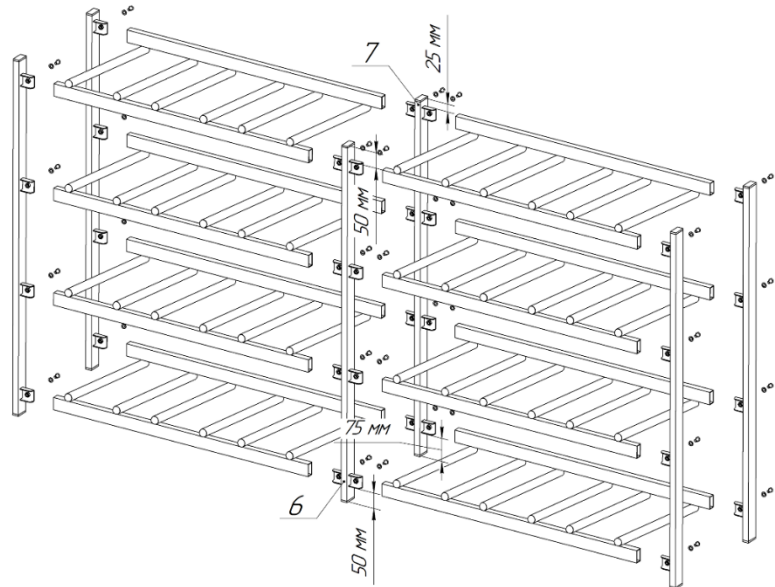

Рис.1
1. Возьмите стойки, измерьте расстояние от кронштейна до края стойки. Расположите в одном направлении в горизонтальном положении на ровной поверхности стойки (2) и (3) кронштейнами вверх (см. Рис.1).
2. Возьмите полку (1; 1.1 или 1.2 в зависимости от приобретенного Вами стеллажа) и с усилием вставьте ее в кронштейны. В случае необходимости можно воспользоваться резиновым молотком. (Т.о., кронштейн должен оказаться внутри стяжки полки (1; 1.1 или 1.2)). **ВНИМАНИЕ!!!! Прежде, чем вставлять полку еще раз убедитесь, что Вы верно расположили стойки (1) и (2).** На стяжках полок (1; 1.1 или 1.2) по бокам расположены отверстия, которые после установки полки должны точно совпасть с резьбовым отверстием в кронштейне. Соприкосновение отверстия стяжки с кронштейном происходит по плоской стороне кронштейна.
4. Возьмите стойки (4) и (2) – для стеллажей Бомис-8, Бомис-12, Бомис-16 (рис.1) или стойки (6) и (7) – для стеллажей Бомис-24, Бомис-32 (рис.2) и «насадите» их кронштейнами на стяжки предустановленных Вами полок (1; 1.1 или 1.2). После это с усилием (можно воспользоваться резиновым молотком) вставьте стойки до конца так, чтобы отверстия на полках (1; 1.1 или 1.2) соответствовали отверстиям на кронштейнах.
7. Для стеллажей Бомис-24 и Бомис-32: на кронштейны предустановленных проходных стоек (6) и (7) «насадите» полки (1.1)-для стеллажа Бомис-24 или полки (1.2) - для стеллажа Бомис-32 аналогично п.2 и п.3